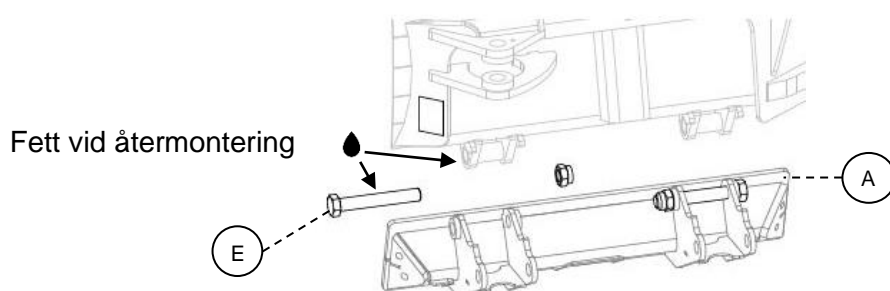

Bild.34
Det är viktigt att kontrollera ställhållare (A) samt dess bultar (E). Om dessa är skadade skall de bytas ut, när detta sker skall de fettas in (se Bild.34)